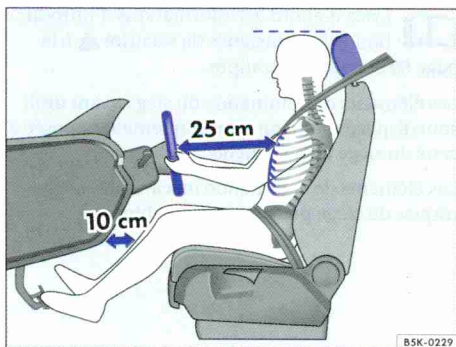
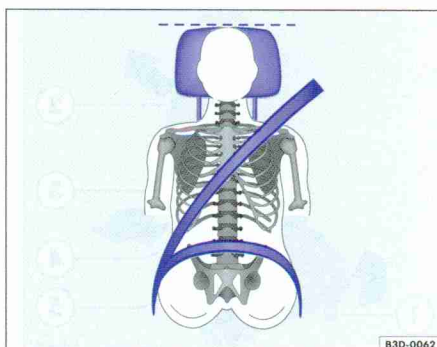

Fig. 33 La distance correcte du conducteur par rapport au volant doit être de 25 cm au minimum.
Fig. 34 Ajustement correct de la ceinture et réglage correct de l'appuie-tête.
- Réglez l'appuie-tête de manière à ce que son bord supérieur soit, si possible, sur la même ligne que la partie supérieure de la tête, mais pas plus bas que les yeux. Positionnez toujours l'occiput le plus près possible de l'appuie-tête \Rightarrow fig. 33 et \Rightarrow fig. 34.
- Réglez le volant de sorte que la distance entre celui-ci et votre sternum soit de 25 cm au minimum \Rightarrow fig. 33.
- Réglez le siège du conducteur en longueur de telle sorte que vous puissiez enfoncer les pédales en ayant les jambes légèrement pliées et que la distance par rapport au tableau de bord au niveau des genoux soit de 10 cm minimum \Rightarrow fig. 33.